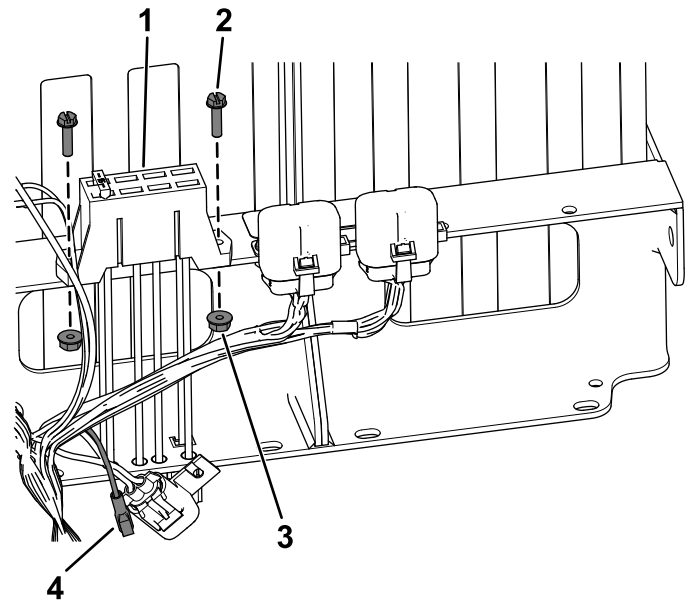

Figure 18
- **Modèles 2019 et suivants** : fixez le nouveau porte-fusibles en place avec les 2 vis à tête hexagonale à embase (n° 10 x 3/4") et 2 écrous crantés (n° 10), comme montré à la Figure 18.
2. **Modèles 2019 et suivants** : branchez le connecteur femelle du faisceau au nouveau porte-fusibles (Figure 18).